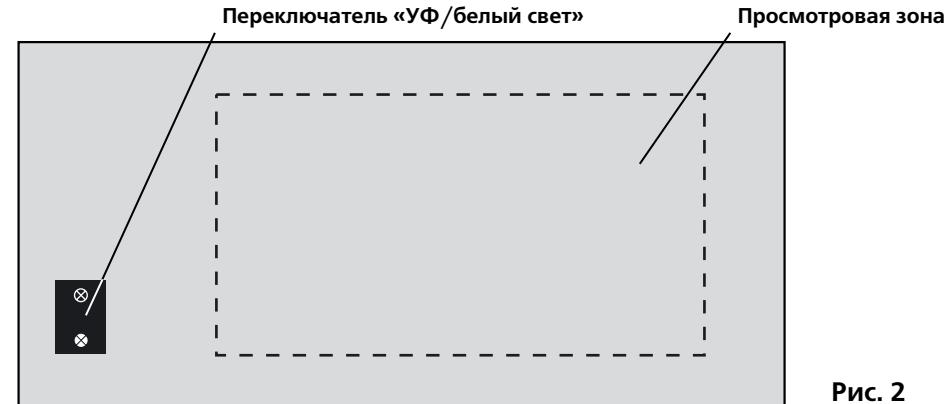

Рис. 2
2. Расположите одну или несколько банкнот на передней панели прибора в просмотровой зоне (рис. 2).